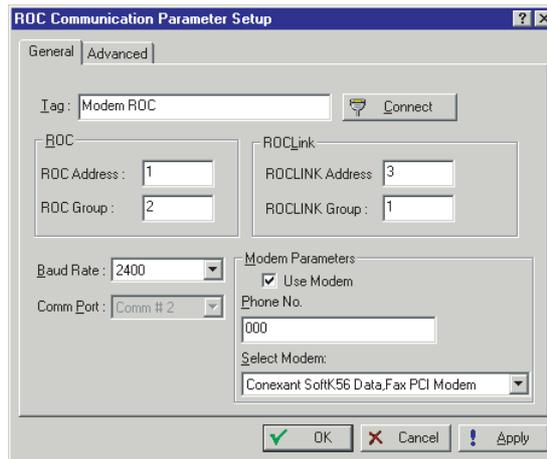

Figura 8-1. ROC Communication Parameter Setup - General
4. Digite o Nome da Estação no campo **Tag**. Consulte a Figura 8-1.
3. Digite o Nome da Estação no campo **Tag**. Consulte a Figura 8-1.
4. Digite o **Nome da Estação (Station Name)** no campo **Tag**. Consulte a Figura 8-1.